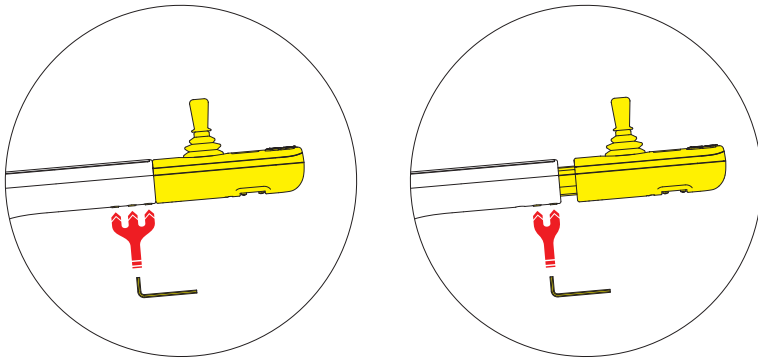

Abbildung 4.5.2
Schritt 3: Verwenden Sie den Innensechskantschlüssel, um die Innensechskantschraube zu sichern. (Wie in Abbildung 4.5.2 dargestellt)